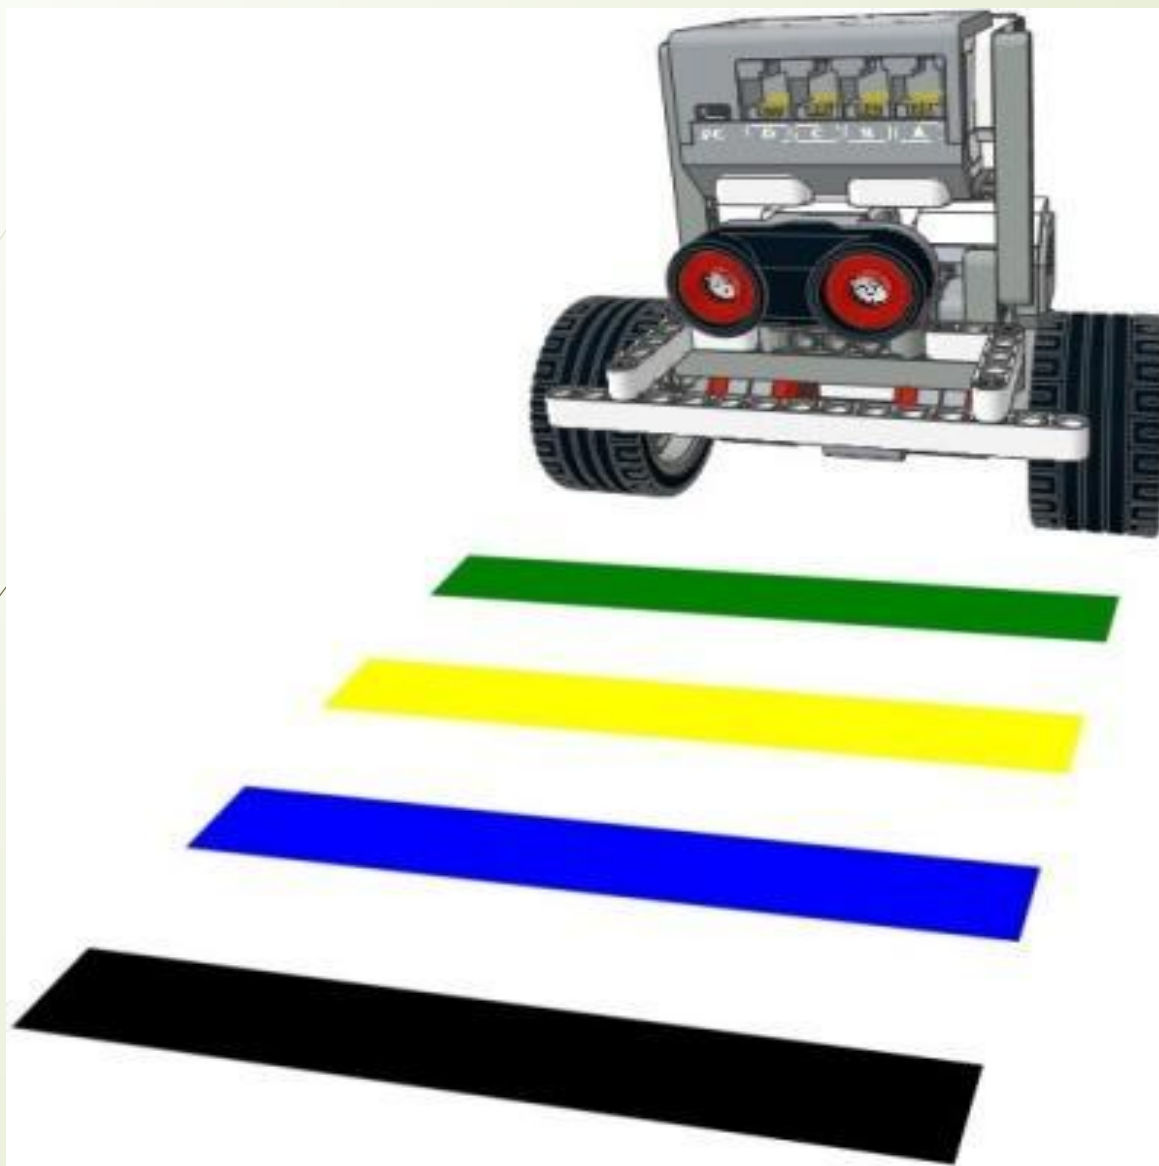

Рис. 6
- Последнюю полосу сделаем черного цвета (**Рис. 6**).